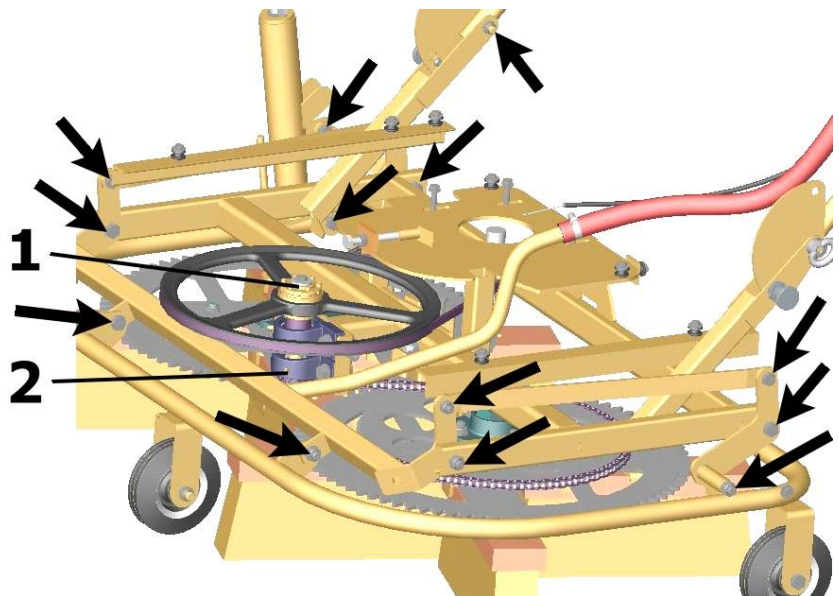

Bild 2
- Befestigungsschrauben bei beweglichen Teilen nicht zu fest nachziehen. (Siehe Pfeile ↙ ↗ in Bild 2)
Rutschkupplung (siehe Pos. (1) in **Bild 2**) dient als Überlastsicherung und sollte bei Störungen (Durchdrehen der Rutschkupplung (1) während des Betriebes) nachgezogen werden (siehe beiliegende Montageanleitung RUFLEX). **Drehmoment 25 Nm** (Ruflex 011TF).
Halbjährlich ist die Rutschkupplung über Schmiernippel (siehe Pos. (2) in **Bild 2**) mit Fett nachfüllen.